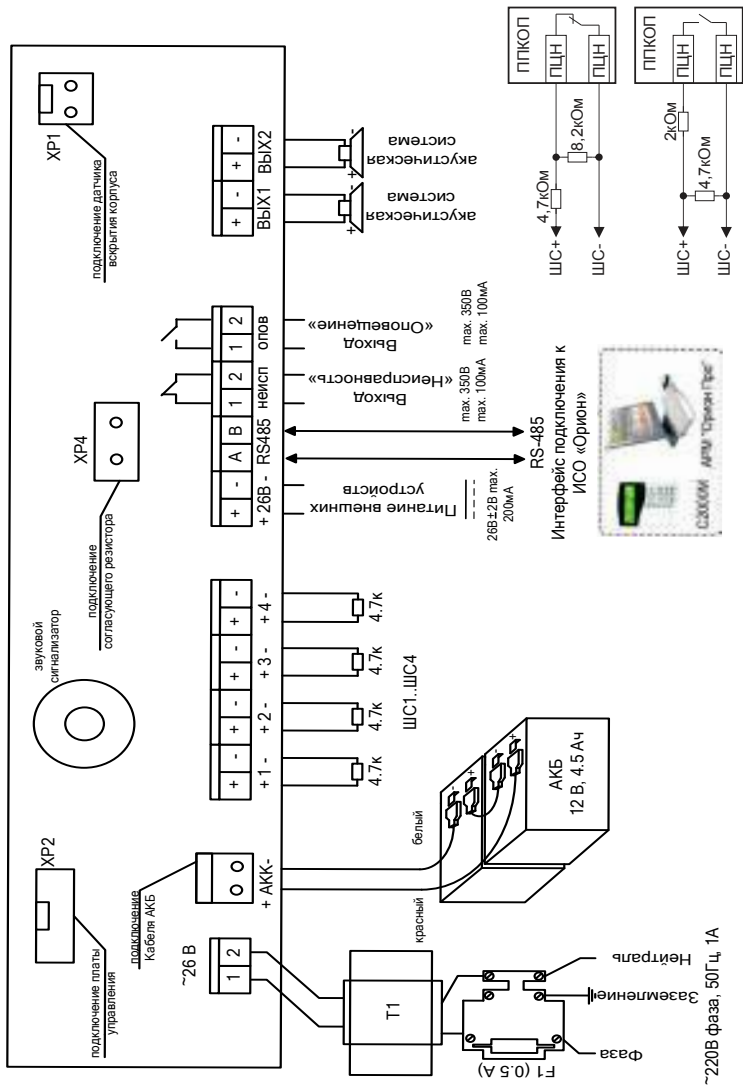

Рисунок 3. Схема внешних соединений блока
4.3 К клеммам «+ШС1-», «+ШС2-», «+ШС3-», «+ШС4-» подключите релейные выходы приёмно-контрольного охранно-пожарного прибора (ППКОП) или ручные извещатели (рис. 3). К неиспользуемым ШС блока «Рупор» необходимо подключить оконечный резистор 4,7 кОм $\pm 5\%$.